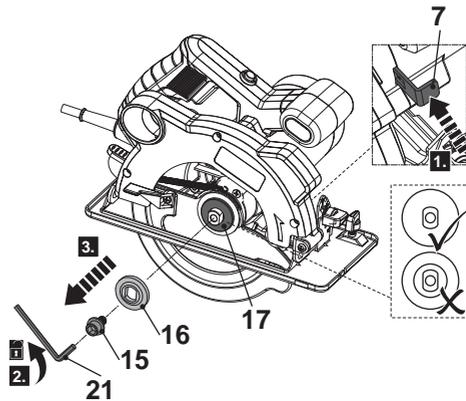

Fig. 1
2. Bloquee el husillo presionando la palanca de bloqueo del husillo (7) (Fig. 1, paso 1).
3. Mantenga la palanca de bloqueo del husillo (7) presionada y afloje el perno de bloqueo (15) en sentido contrario a las agujas del reloj con la llave hexagonal proporcionada (21) (Fig. 1, paso 2).
4. Retire el perno de bloqueo (15) y la brida de bloqueo (16) del husillo (Fig. 1, paso 3).